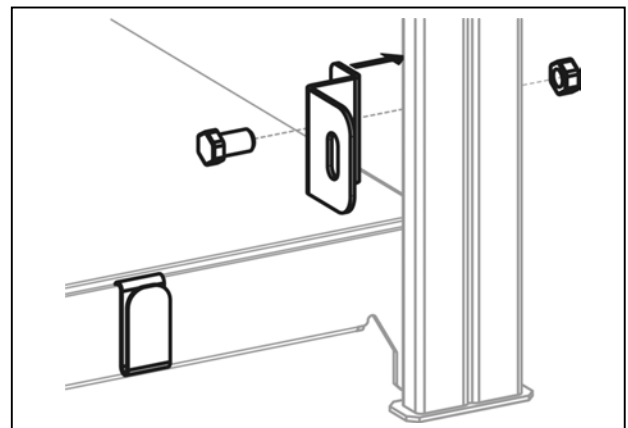

Abb. 5
- 2.5 Zur späteren Befestigung der Diagonalstrebe im Eckregalfeld wird die Strebenlasche an das Stützprofil geschraubt (aus statischen Gründen ist eine Verschraubung erforderlich). Hierzu wird die Strebenlasche mittels Schraube M 8x16 und Mutter M 8 durch die Rechtecklochung, ca. 125 mm über dem Boden, entsprechend dem Aufstellungswunsch rechts oder links, von innen mit dem Stützprofil verschraubt (Abb. 5).